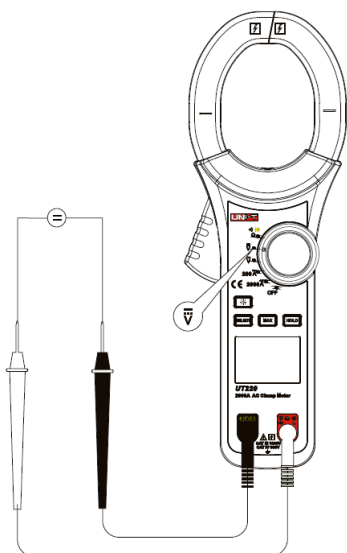

Figura 3
1. MEDIÇÃO DE TENSÃO DC (\overline{V}) (VER FIGURA 3)